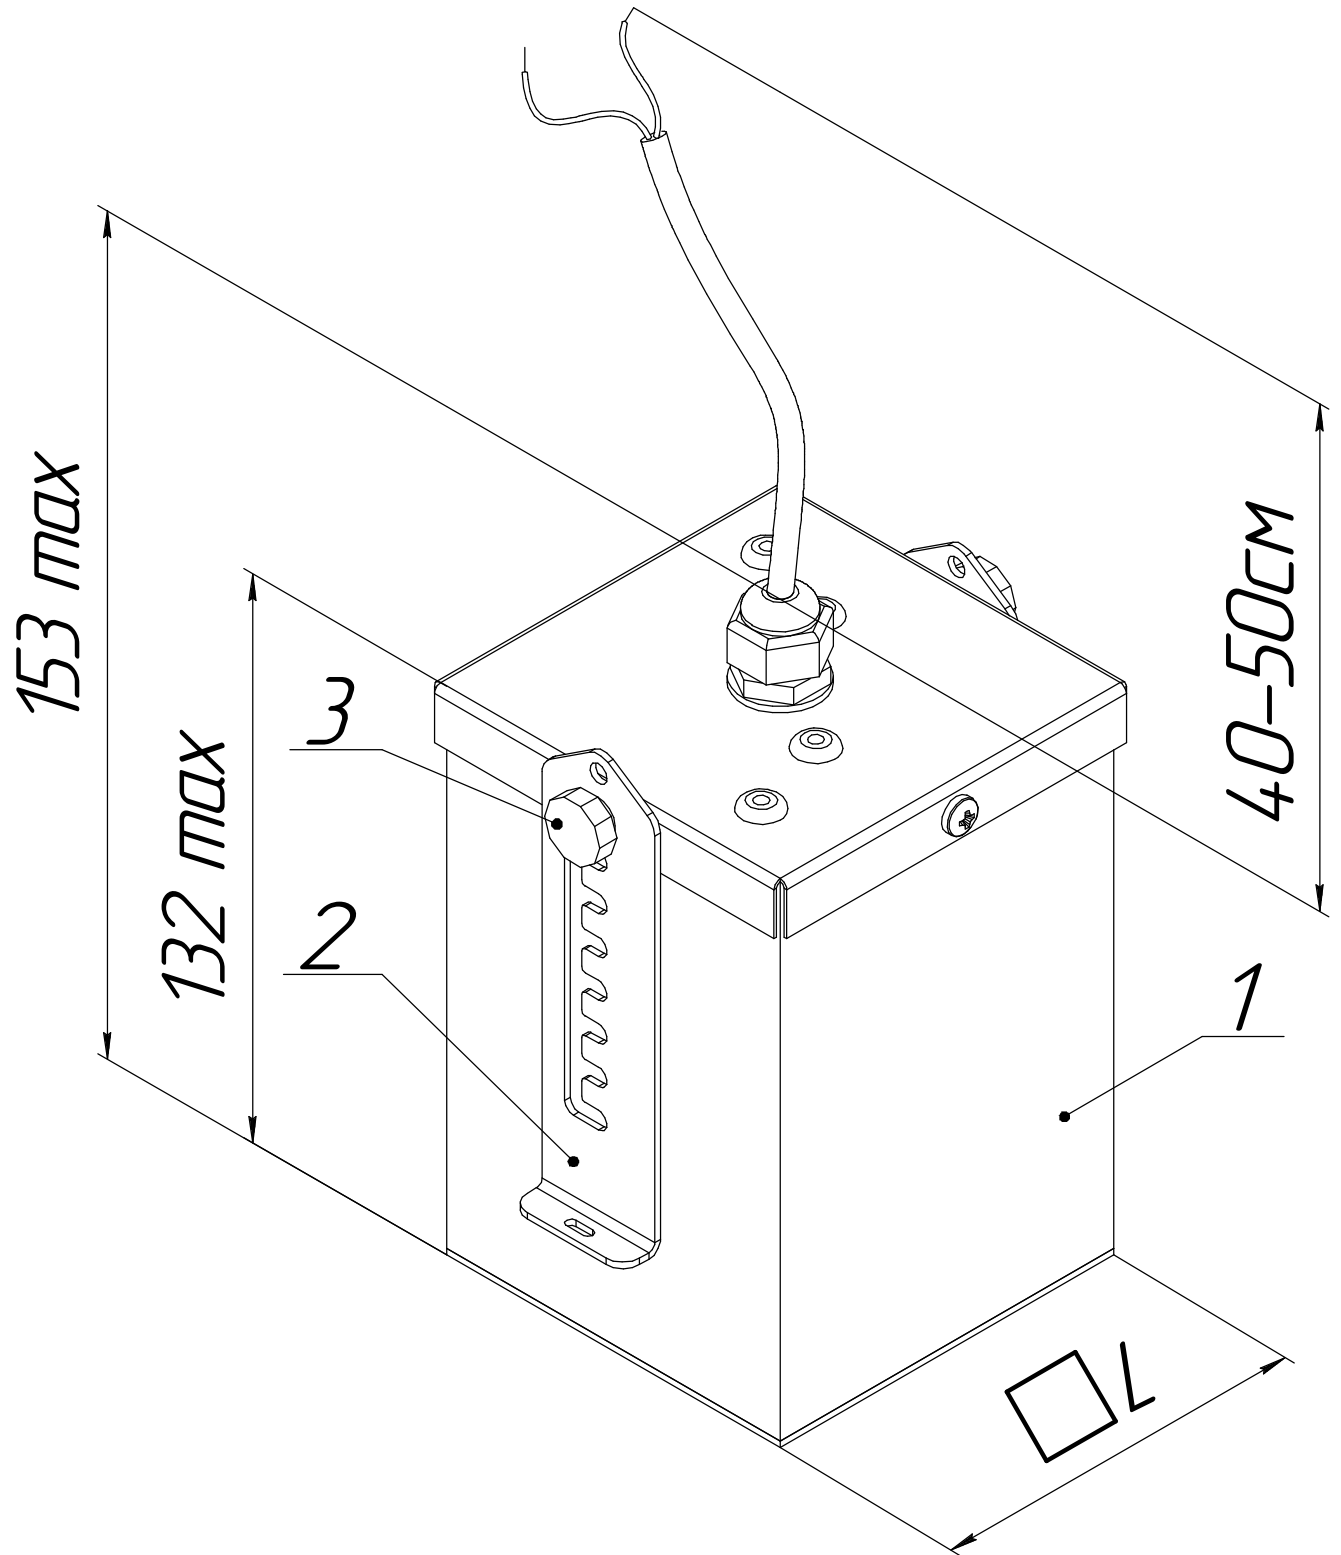

Рисунок 1 - Габариты корпуса светильников ДВО33
3.1 Общий вид светильников приведен в приложении А (рисунок 1).
5.3 Снимите защитную пленку с корпуса и рассеивателя поз.1 (рисунок 1)
5.9 Снимите защитную пленку с корпуса и рассеивателя поз.1 (рисунок 1)